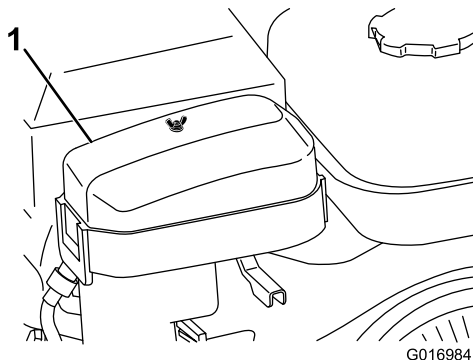

図 25
2. エアクリーナカバーの蝶ナットを取り、カバーを外す 図 25。